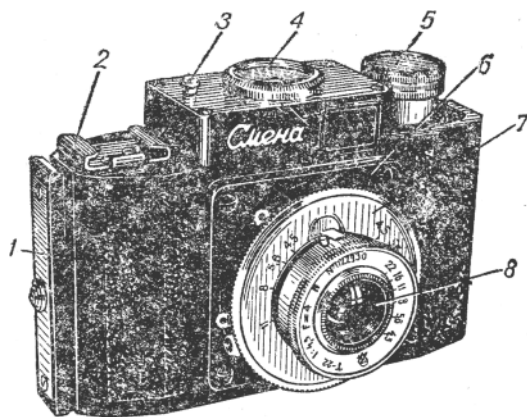
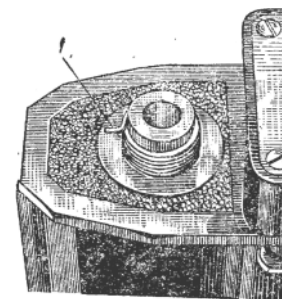
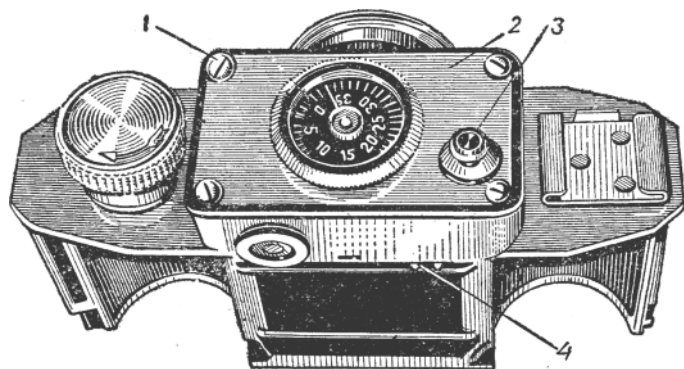
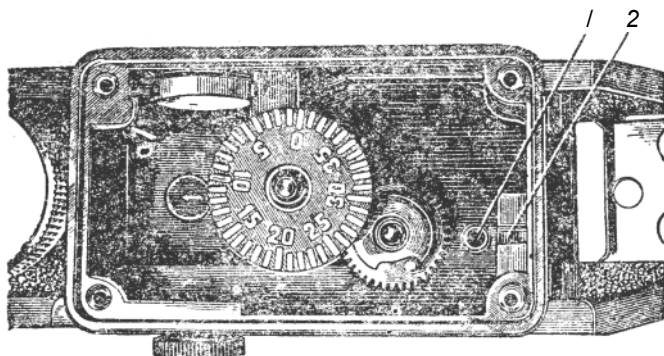

Рис. 66. Фотоаппарат «Смена».
Рис. 68. Пружина тормоза.
Рис. 69. Внутренний вид корпуса аппарата.
Рис. 71. Счетчик кадров без кнопки спуска.
Аппарат состоит из корпуса 1 (рис. 66), клеммы 2, кнопки пуска 3, счетчика кадров 4, головки перемотки пленки 5, панели объектива 6, затвора 7, объектива 8.
Головка 5 (рис. 66) протягивает пленку, перематывающуюся из кассеты в кассету. Пленка протягивается только на величину кадра, ее движение регулируется специальным механизмом, который приводится в действие перфорацией пленки с помощью зубчатого диска 4 (рис. 69).
В «Смене» применяются двухкрышечные металлические кассеты. Если пленка протягивается с трудом и фотолюбитель перестает чувствовать остановку пленки и продолжает вращать головку 5 (рис. 66), разрывается перфорация пленки, портится резьба оси, на которую навинчен зубчатый диск 4 (рис. 69) и зубья шестерен счетчика кадров. Поэтому нужно подбирать кассеты так, чтобы пленка протягивалась без заметного усилия (см. стр. 12). Головку 5 (рис. 66) нужно вращать только по часовой стрелке. Внутри головки находится спиральная пружина тормоза 1 (рис. 68), загнутый конец которой входит в отверстие головки и не позволяет ей двигаться против часовой
Работа счетчика кадров и перемотка пленки регулируется специальным механизмом. Чтобы разобраться в устройстве и принципе работы механизма, нужно, отвинтив четыре винта 1 (рис. 69), снять щиток 2 (плато счетчика кадров) с кнопкой пуска 3. Затем следует отвинтить кнопку 5, держа плоскогубцами стержень, на который она навинчена, и установить ее на место без щитка, как это показано на рис. 70. На стержне находится спиральная пружина 8 (рис. 70) и шпилька 7. Стержень входит в отверстие 1 (рис. 71), а длинный конец шпильки — в паз 2.
Во время движения пленки перфорационные отверстия вращают зубчатый диск 4 (рис. 69), навинченный на ось 4 (рис. 70), на которой установлены шестерня 8 и диск 5, с выемкой 11 и пальцем 5. Когда шестерня 9 делает один
Разбирают пусковой механизм в следующем порядке. Отвинчивают четыре винта 1 (рис. 69) и снимают верхний щиток 2 с кнопкой 3. Затем отвинчивают зубчатый диск 4, имеющий левую резьбу, в правую сторону. Отвинтив зубчатый диск, можно извлечь ось 4 (рис. 70) с шестерней 9 и диском 5. Однако прежде нужно снять лимб счетчика кадров 2 с осью и шестерней, который укреплен на оси запорной шайбой.
2. Зубчатый диск 4 (рис. 69) вращается, но механизм не работает. Нужно разобрать и проверить отверстие с резьбой на диске 4 и оси 4 (рис. 70). Если отверстие диска 4 (рис. 69) стало слишком большим, то зубчатый диск нужно положить на твердый предмет и с помощью молотка и пуансона стянуть отверстие с резьбой. Стягивание можно производить с обеих сторон диска. После этого следует установить диск на место. Если таким способом нельзя исправить резьбу, нужно сделать отверстие меньше и нарезать новую резьбу.
3. Кнопка 3 (рис. 69) после нажатия не возвращается в верхнее положение, и механизм работать не может. Нужно почистить и смазать ось кнопки и проверить исправность спиральной пружины 8 (рис. 70).